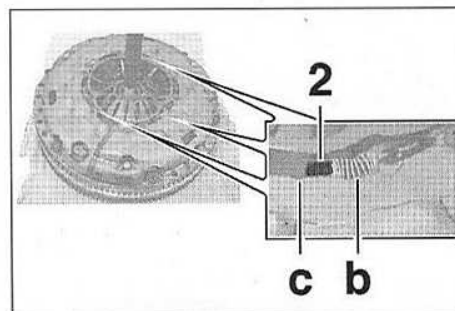

FIG.3
- Vérifier que l'index (2) se trouve entre les encoches (b) et (c), sinon remplacer le mécanisme et le disque d'embrayage (Fig.3).